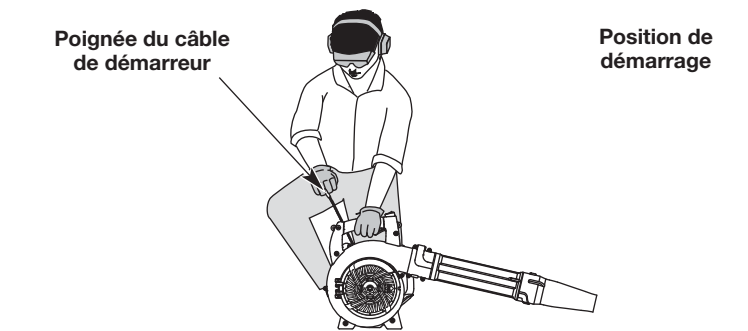

Fig. 7
AVERTISSEMENT : évitez tout démarrage accidentel de l'appareil. Pour éviter toute blessure grave, l'opérateur et l'appareil doivent être tous deux en position stable quand l'opérateur tire sur le câble de démarreur (Fig. 7).
6. **NE PAS** enfoncer la manette des gaz. Accroupissez-vous en position de démarrage (Fig. 7).
7. **NE PAS** enfoncer la manette des gaz. Tirez sur la corde de démarrage en effectuant un mouvement contrôlé et fermez à **5 reprises** (Fig. 7).